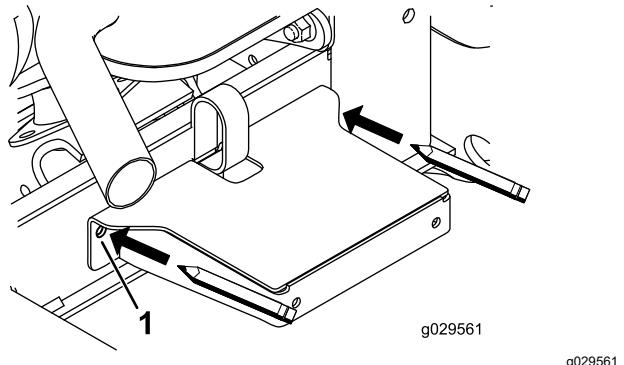

Figure 19
8. Utilisez le support du cadre comme gabarit pour localiser et repérer les 2 autres trous de montage de l'aile dans le profilé du cadre (Figure 19).